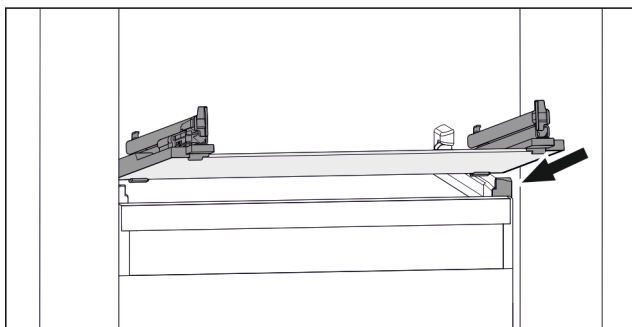

Fig. 109 Simbolična slika steklene plošče
- Steklenu ploščo postavite v poševnem položaju za zaustavjalniki. (glejte Fig. 109)